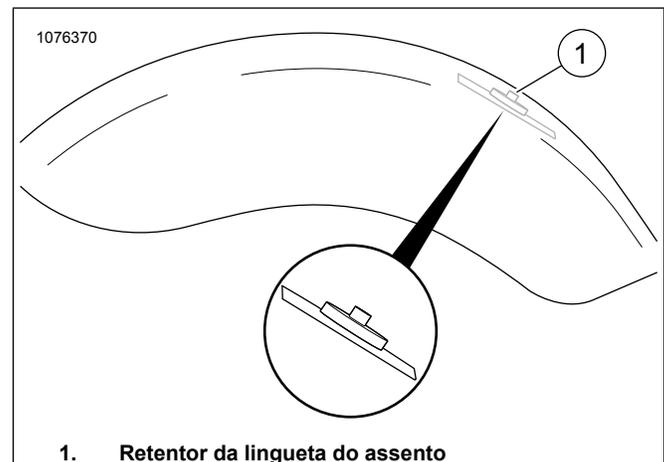

Figura 2. Parafuso com fita adesiva
Veja Figura 2. Usando a fita adesiva, fixe o retentor (1) da lingueta do assento no mesmo lugar em que a porca de retenção do assento foi removida.